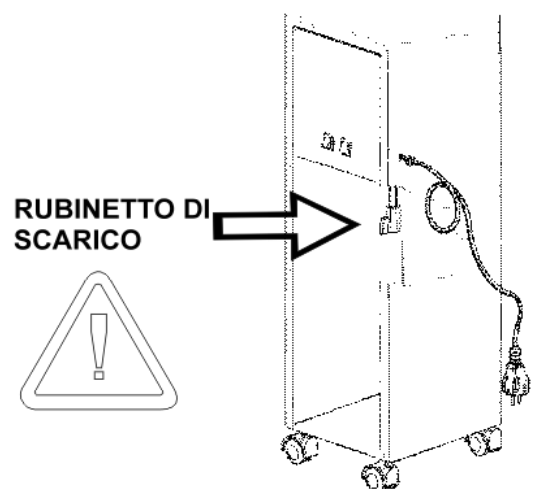

Fig. 7
2. Riavvitare il tappo prendendolo per la parte in plastica con l'avvertenza di non serrarlo troppo altrimenti si rovina la guarnizione (vedi capitolo 7). **N.B.: prestare attenzione che il rubinetto di scarico della caldaia sia chiuso (fig. 7).**
Togliere il tappo valvola e aprire il rubinetto scarico-caldaia (fig. 7), aspettare che fuoriesca tutta l'acqua e infine chiudere il rubinetto scarico-caldaia. Può succedere che il rubinetto di scarico si otturi: in questo caso, prendere un filo di ferro del diametro di 3-4 mm o simili ed introdurlo nel condotto per sturarlo.